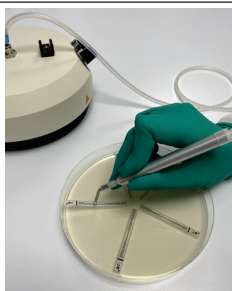
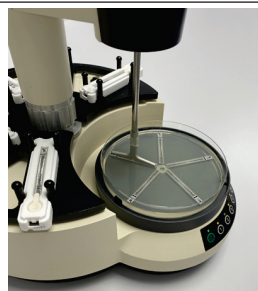

Рис. 4
Рис. 5
3. Тест-полоски E-TEST можно наносить на засеянную поверхность агара с помощью ручного аппликатора [Mini Grip-It, вакуумного пинцета NEMA C88™ (**рис. 4**), пинцета или другого аналогичного устройства] либо автоматического аппликатора SIMPLEX C76™ (**рис. 5**). Разместите тест-полоску E-TEST шкалой МИК вверх (по направлению к крышке чашки) и максимальной концентрацией ближе к краю чашки (**рис. 4 и 5**).